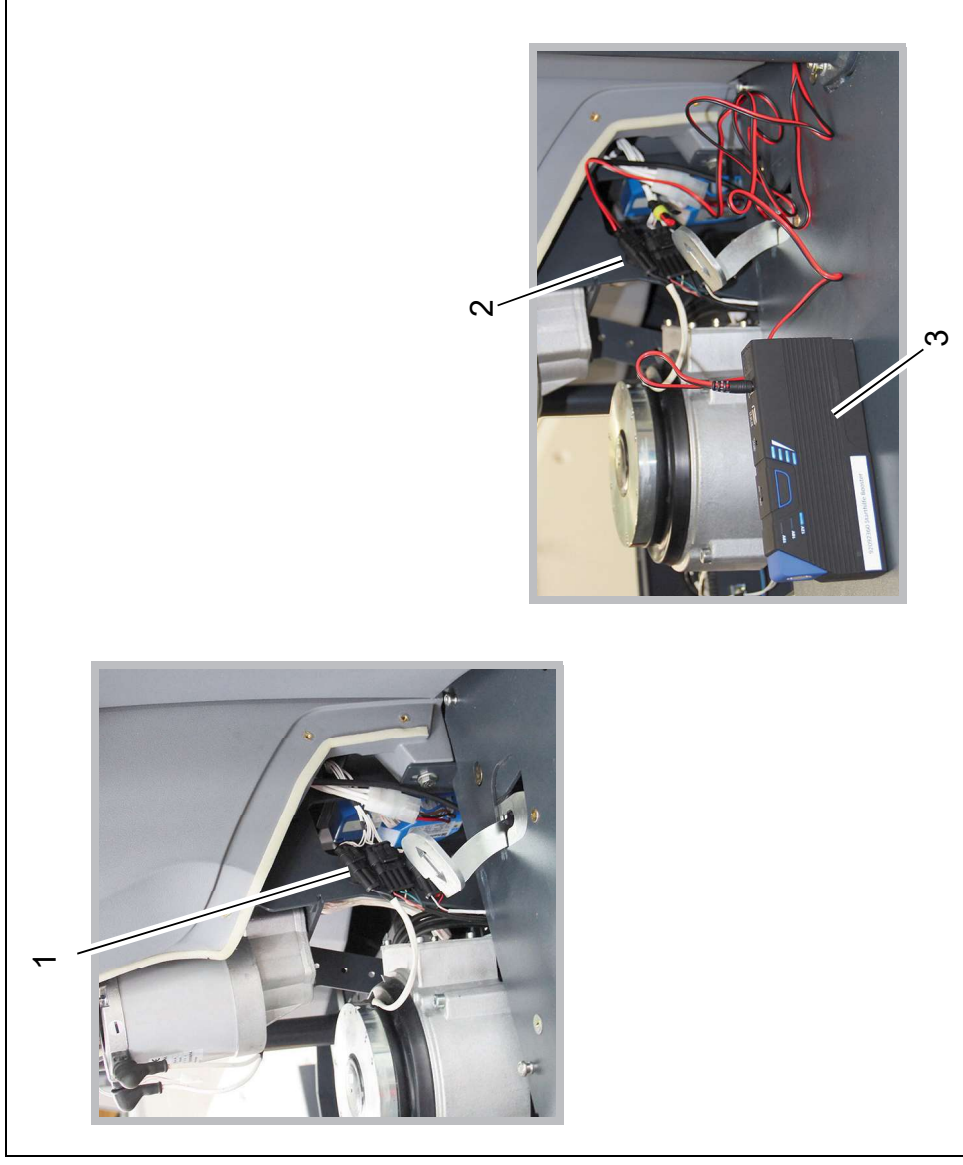

Abb. 2
2. Die obere 2-polige Steckverbindung des Fahrantriebes (Abb. 2/1) trennen.
3. Das Adapterkabel mit der Powerbank und der Steckverbindung des Fahrantriebes verbinden (Abb. 2/2).
4. Die Powerbank (Abb. 2/3) einschalten und auf 19-Volt einstellen. Hierzu den Drucktaster betätigen bis der Bereich 19-Volt ausgewählt ist. Die Feststellbremse wird hörbar entriegelt.